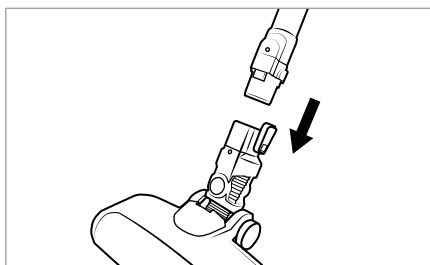

Fig. 2
- 2) Împingeți țeava de aspirare 23 în peria pentru podea 21 până se aude un clic sonor și se fixează în poziție (a se vedea fig. 2).